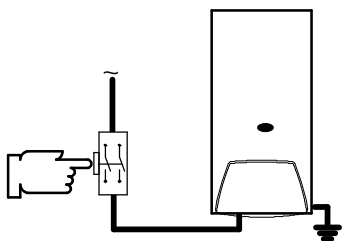

fig. 3.1
- in prossimità della caldaia deve essere installato un interruttore bipolare con una distanza di apertura dei contatti di almeno 3 mm (fig. 3.1). Per i collegamenti elettrici consultare la sez. 3.5 di questo capitolo.